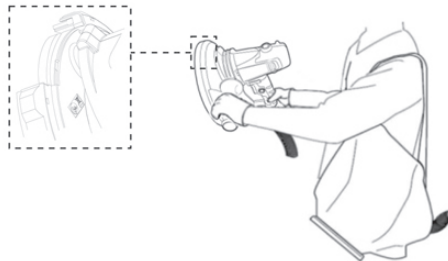

Fig. 12
- > Țineți produsul cu o mână de mânerul principal (5) și cu cealaltă mână de mânerul auxiliar (9) (Fig. 12).